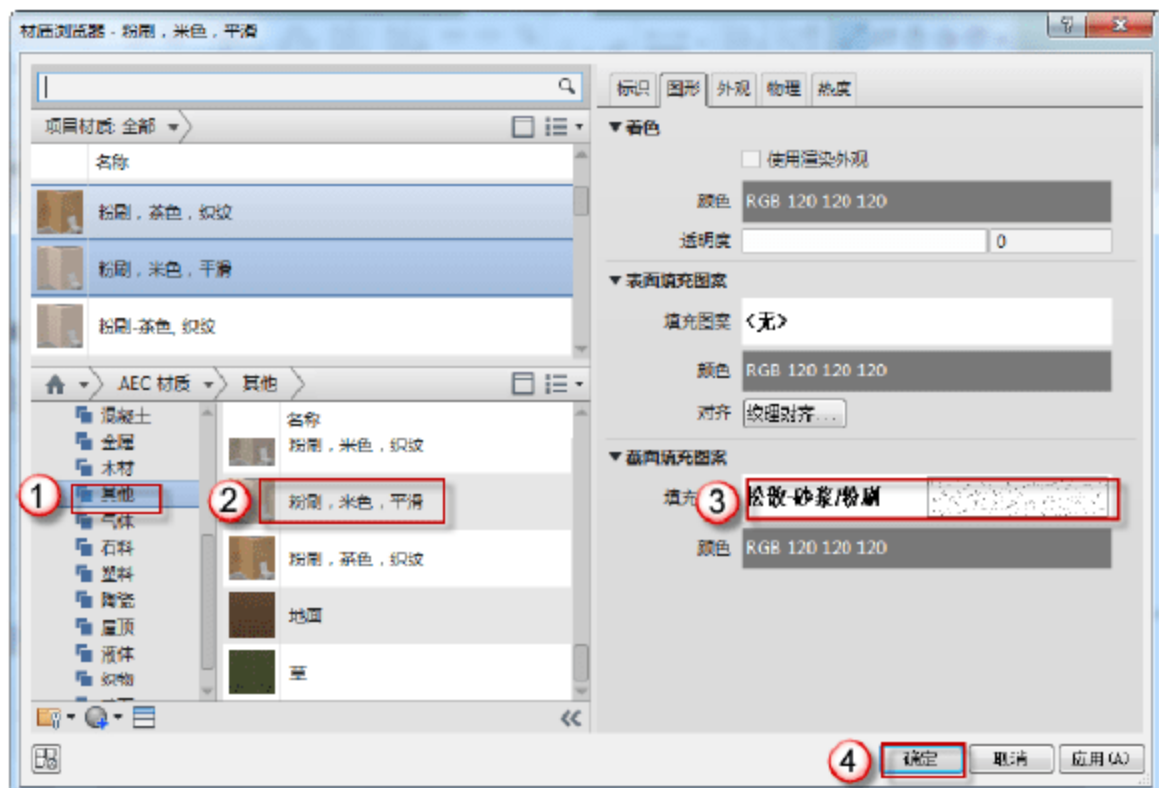

图 9.1.31 编辑“面层 1[4]”材质
(4) 编辑“面层 1[4]”材质。在“编辑部件”对话框中，单击“面层 1[4]”对应的“材质”单元格右上角的“浏览”按钮，在弹出的“材质浏览器”对话框中，在“AEC 材质”下选择“其他”→“粉刷，米色，平滑”，将填充图案改为“松散-砂浆/粉刷”，单击“确定”按钮，返回“编辑部件”对话框，如图 9.1.31 所示。然后在“编辑部件”对话框中将其对应的厚度改为“10mm”。